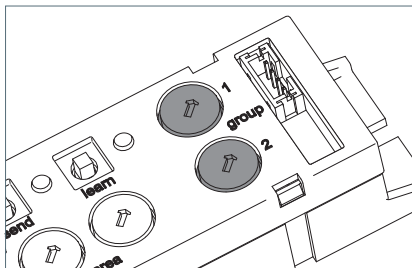

Fig. 16: Drehcodierschalter „group 1“ und „group 2“.
- Wenn Sie die Leuchte genau einer Gruppe zuordnen möchten, stellen Sie die beiden Drehcodierschalter „group 1“ und „group 2“ auf die gleiche Gruppenadresse, siehe Fig. 16.